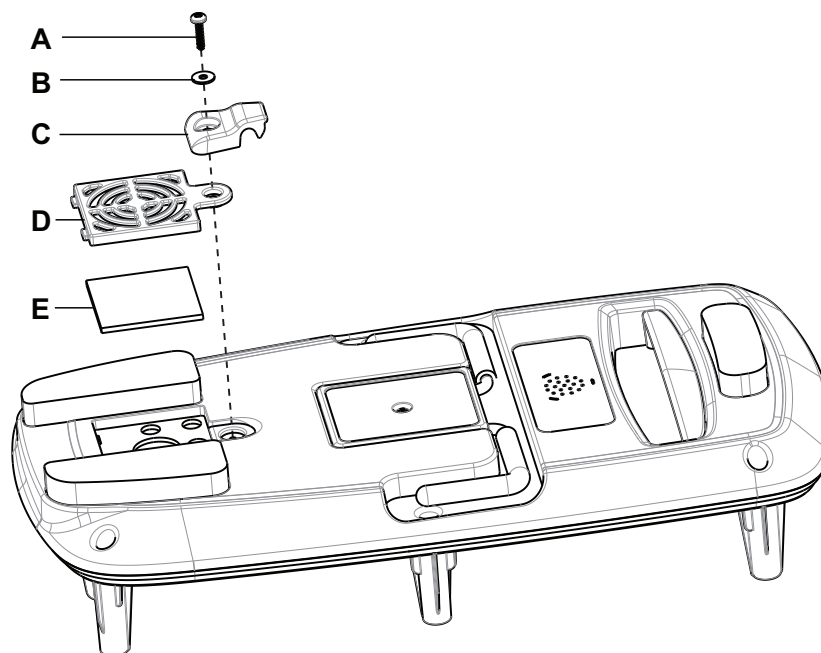

Figure 20 – Filtre à air
4. À l'aide d'une clé Torx T20, retirer la vis (A), la rondelle (B) et la poignée flexible (C) qui fixent la porte d'accès au filtre à air (D) au capot (Figure 20). Conserver la vis, la rondelle et la poignée flexible.